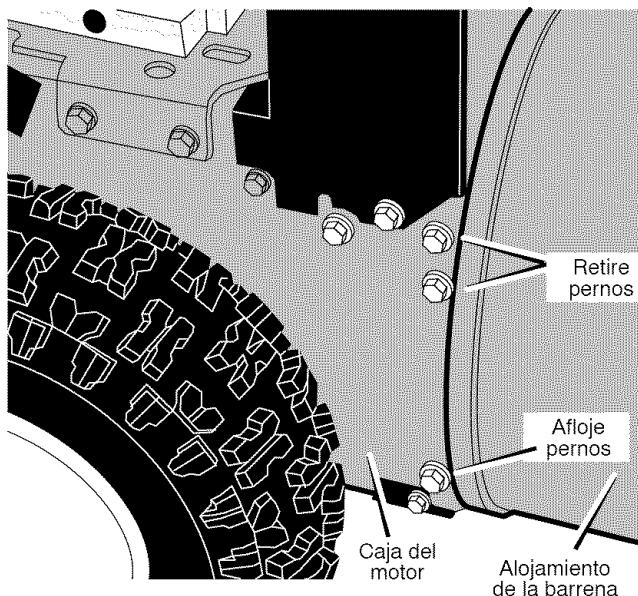

Figura 75
- Retire los cuatro **pernos** superiores que unen el **alojamiento de la barrena** y la **caja del motor**. Afloje los dos **pernos** inferiores. Ahora el **alojamiento de la barrena** y la **caja del motor** pueden separarse para retirar la correa (Figura 75).